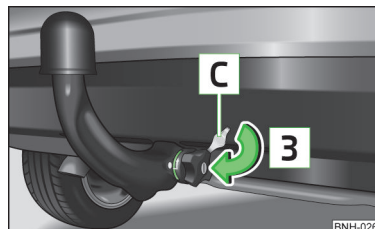

Abb. 114 Schloskappe aufsetzen
- Die Kappe **C** auf das Handrad Schloss in Pfeilrichtung **3** » Abb. 114 stecken.